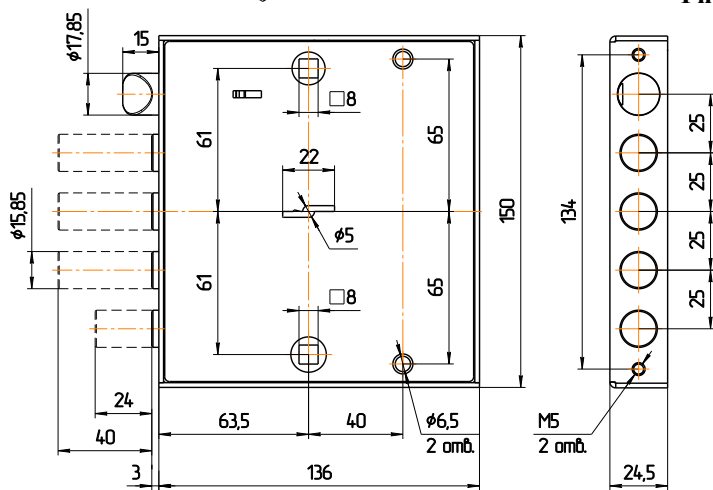

Рис.2
5.1. Произвести разметку и выполнить на полотне двери гнездо для корпуса замка, отверстия для ключа, для стержня ручек фалевых, 2 отв. для крепления накладок, а в дверной коробке – отверстия для пальцев засова, защёлки, задвижки (см. рис.2).